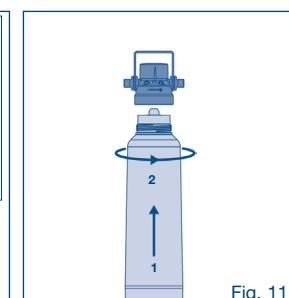

Fig. 11
3. Tournez le filtre dans le sens inverse des aiguilles d'une montre dans la tête de filtre (voir la fig. 11).